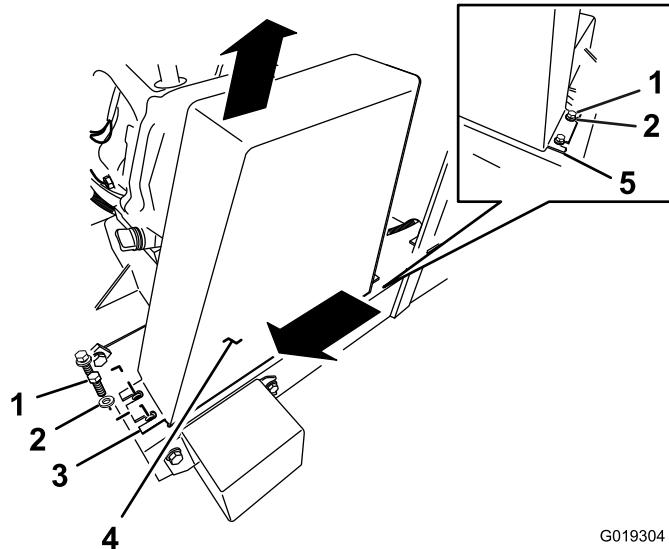

Figure 48
4. Desserrez les boulons qui fixent le point de montage arrière du protège-courroie à la base de la machine (Figure 48).
5. Déposez les boulons avant qui fixent le point de montage avant du protège-courroie à la base de la machine (Figure 48).
6. Glissez le protège-courroie vers l'avant et soulevez-le pour le déposer (Figure 48).